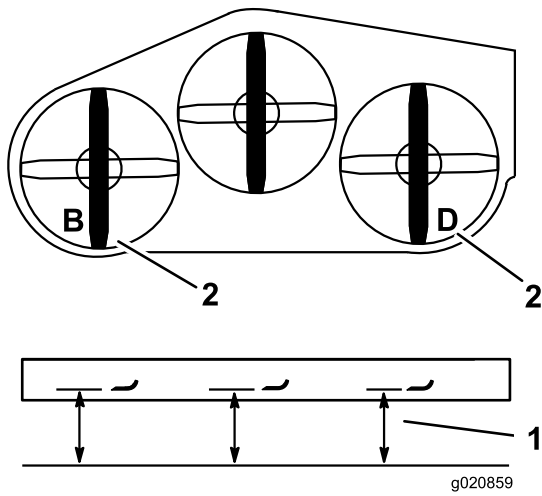

Figura 85
2. Mida la cuchilla izquierda en la posición **B** desde una superficie nivelada hasta el filo de corte de la punta de la cuchilla, y anote esta medida (Figura 85).
3. Mida la cuchilla izquierda en la posición **D** desde una superficie nivelada hasta el filo de corte de la punta de la cuchilla, y anote esta medida (Figura 85).
4. La medida de la posición **B** no debe variar en más de 3 mm de la medida de la posición **D**. (Figura 85). Si no es correcta la distancia, continúe con los pasos siguientes.